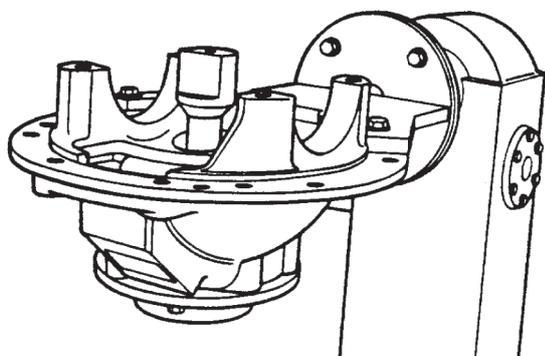

Figura 98
- I. A seguir, com um torquímetro e na mesma sequência, dê o aperto final com: 67 - 91 lbf pé ( 90 -125 N.m). (Figura 98).